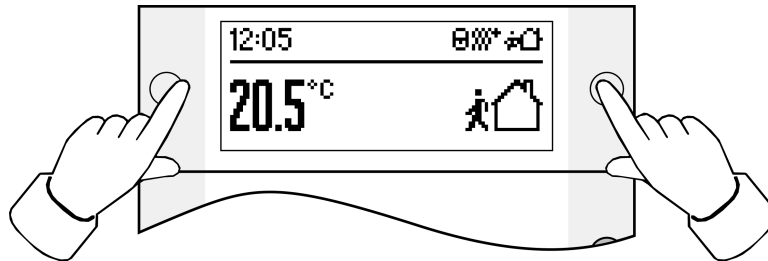

Bild 2
- Tryck på båda knapparna bredvid displayen samtidigt (se bild 2).